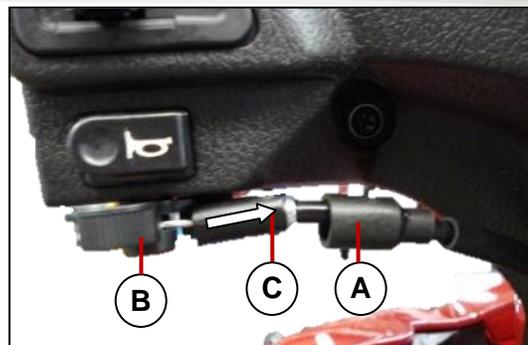

Fig. 8.58
- Hale hacia atrás el cable del choke [C]. Fig. 8.58